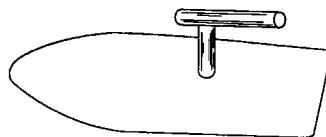

图 1-8 压子
(6) 压子 用软钢皮制作，弹性、韧性好，用于水泥砂浆面层和水泥地面的压光和做花饰等，如图 1-8 所示。